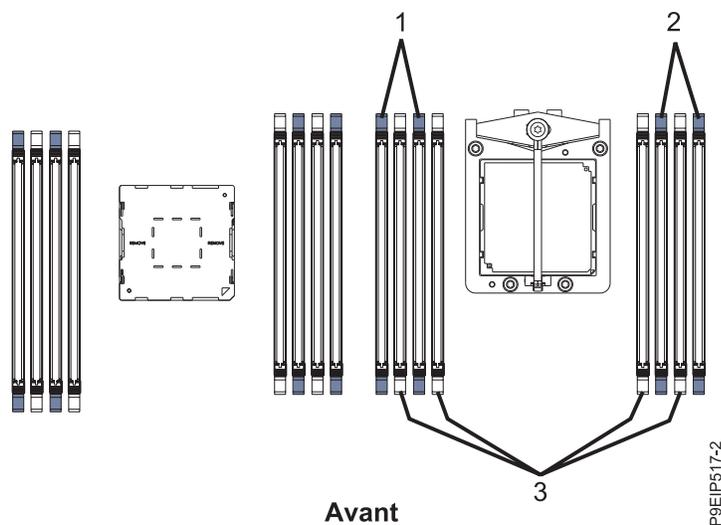

Figure 14. Ordre de branchement de la mémoire pour un système à un processeur
- Pour un système à un processeur, utilisez le tableau 3, à la page 18 et la figure 14, à la page 18.